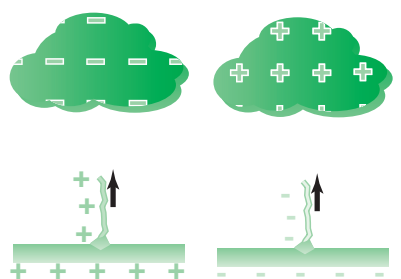

Fig. 3.13.
- Rayo negativo ascendente (**fig. 3.13**).
- Rayo positivo ascendente (**fig. 3.13**).